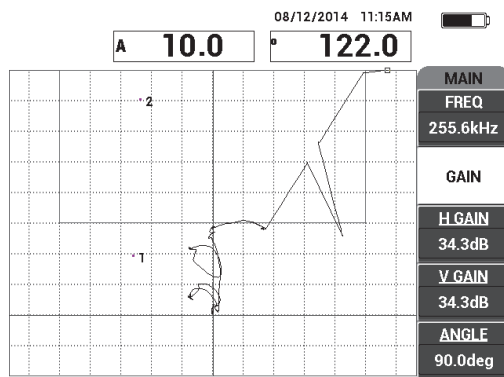

Figura 6-42 Ganho ajustado para definir o ponto mais alto
11. Ajuste o **GAIN [GANHO]** (tecla B) para definir o ponto mais alto a aproximadamente 90% da altura da tela (veja Figura 6-42 na página 159).